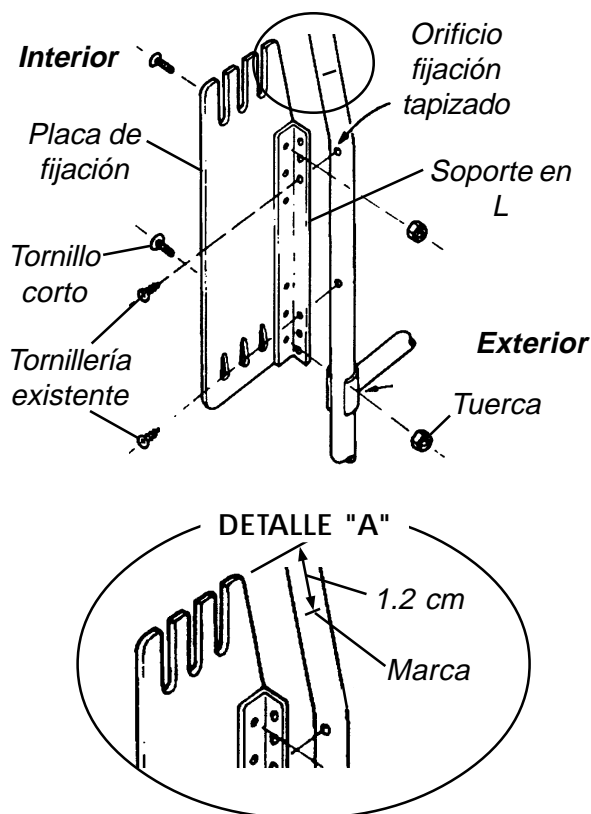

FIGURA 4 - INSTALACIÓN EN SILLAS UTILIZANDO SOPORTES EN L
## Instalación en sillas utilizando soportes en L (FIGURA 4)
- Compruebe que la parte superior de la placa de montaje al instalar los soportes en L está 1.2 cm por encima de la marca del PUNTO 8 de la DETERMINACIÓN DE LA POSICIÓN DE MONTAJE PARA LA INSTALACIÓN DEL RESPALDO PERSONAL BACK de este manual de instrucciones (DETALLE "A", FIGURA 4).
- Instale dos (2) tornillos cortos (desde el interior) a través de los pequeños orificios de la placa de montaje después a través del soporte en L. Apriete las tuercas para asegurar la placa de montaje al soporte en L.